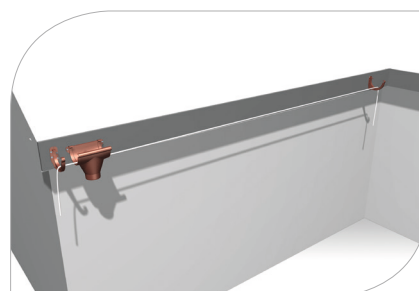

рис. 9
- 3.3 Между крайними кронштейнами растяните веревку - ее уклон в направлении стока должен составлять около 30 мм/10м (**рис. 9,10**)